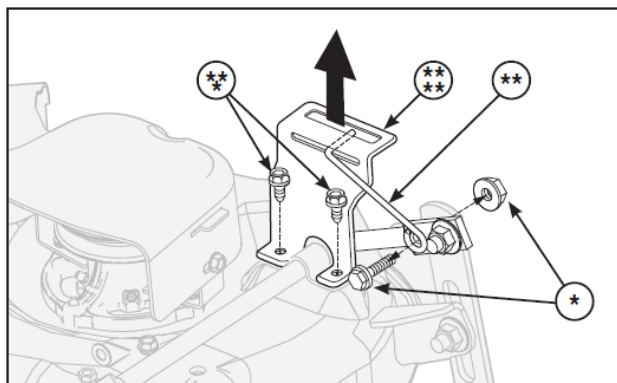
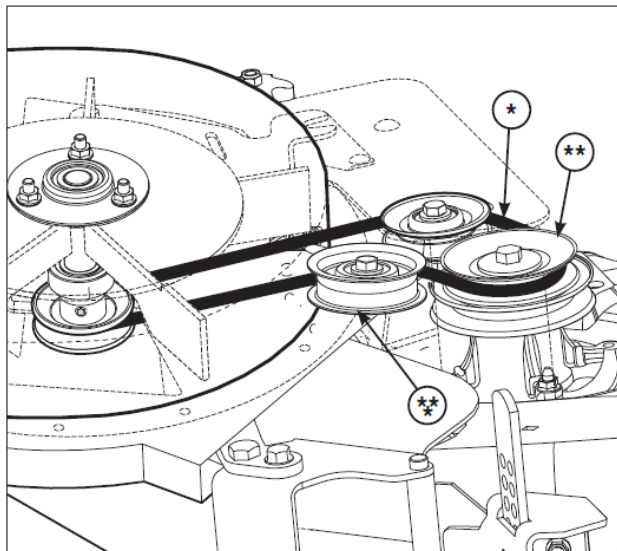

図 1
図 21
1. 刈高表示ロッド(図1の**)を固定しているボルトとナット(図1の*)取り外してください。刈高表示ロッド、ボルト、ナットは保管しておきます。
1. ブLOWER駆動ベルト(図 21 の*)を図に示されているようにプーリー(**)とプーリー (***)に通してください。
2. もしブLOWER駆動プーリー (図 21**) がブLOWERファンアイドラープーリー (***) と図 21 の位置 (同じ高さ) になっていなかったら、前のピボットブラケットのナットを緩めてください。(図 1 1 参照)
4. 図 1 1 で組み付けられた前のピボットブラケットと補助車輪をしっかりと締めてください。